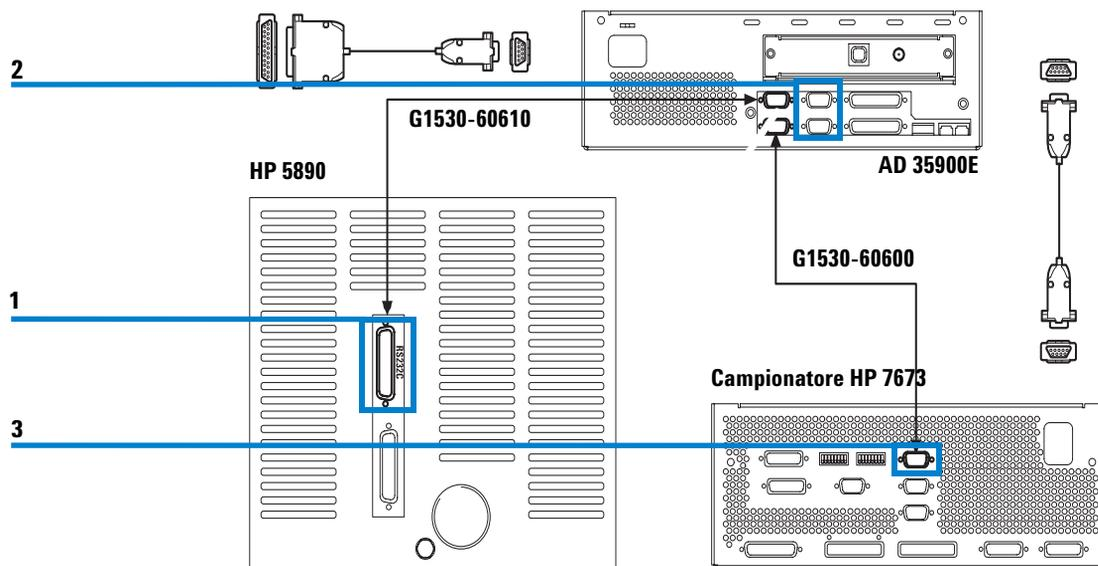

Figura 13 Collegamento dei cavi RS232C all'HP 5890 e all'HP 7673
- 1 Collegare i cavi RS232C dall'ADC all'HP 5890 e all'HP 7673 come mostrato nella Figura 13.